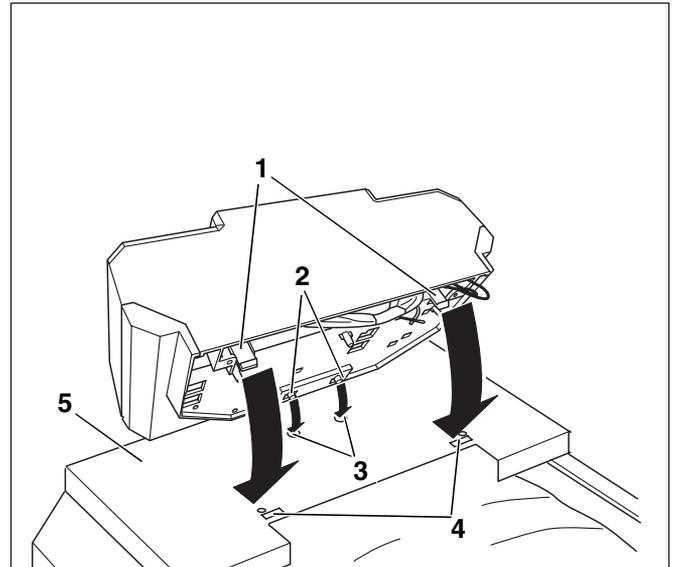

Abb. 30 Regelgerät montieren (z. B. Regelgerät Logamatic 2107)
- Die Einschiebehaken des Regelgerätes (Abb. 30, **Pos. 2**) in die ovalen Bohrungen (Abb. 30, **Pos. 3**) der vorderen Kesselhaube (Abb. 30, **Pos. 5**) setzen.
- Die elastischen Haken des Regelgerätes (Abb. 30, **Pos. 1**) in die vorgesehenen Durchbrüche der vorderen Kesselhaube (Abb. 30, **Pos. 4**) durch Drücken einrasten.